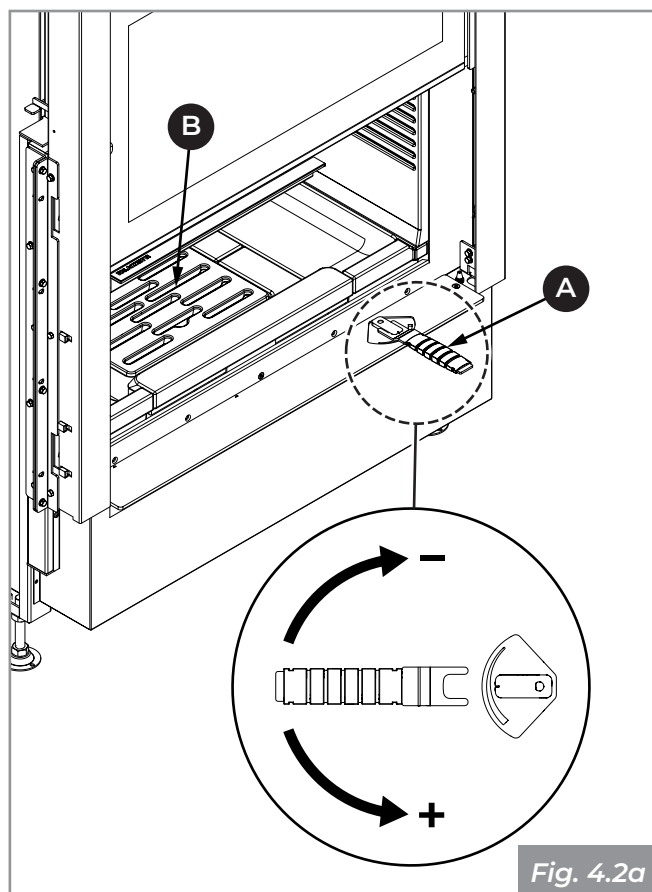
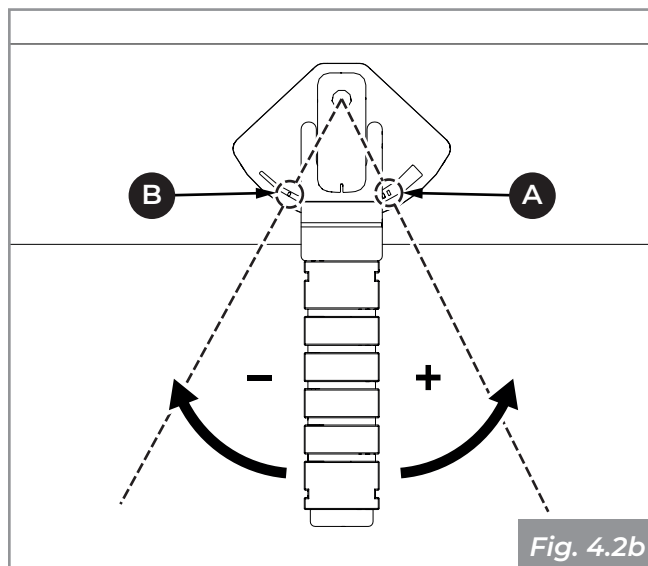
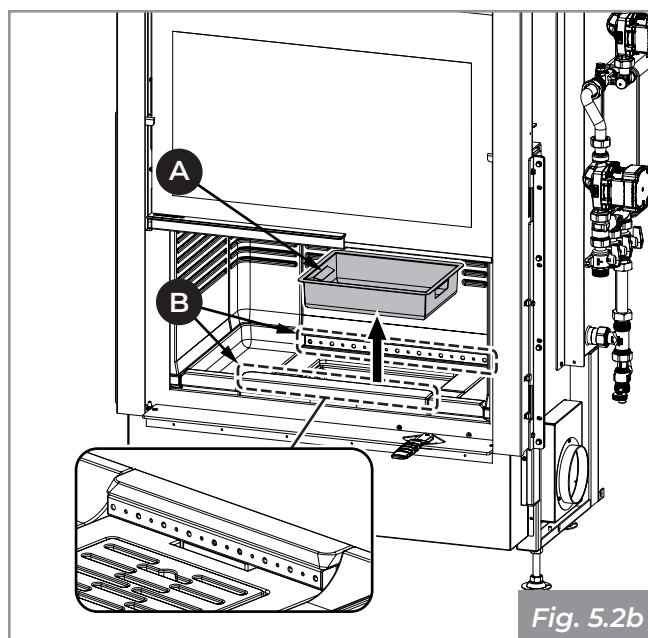

Fig. 4.2a
Fig. 4.2b
Fig. 5.2b
2. Utilizzando la maniglia fredda in dotazione **(A - Fig. 4.2a)** aprire al massimo (+) la regolazione dell'aria primaria **(A - Fig. 4.2b)**;
3. Appoggiare con cautela i pezzi di legna nella camera di combustione avendo cura di non coprire totalmente le feritoie nella griglia **(B - Fig. 4.2a)** e i fori anteriori e posteriori del distributore di aria comburente **(B - Fig. 5.2b)**;
8. Mantenere la presa d'aria aperta per garantire una fiamma alta e luminosa **(A - Fig. 4.2b)**;
9. Ridurre l'apertura della presa d'aria **(B - Fig. 4.2b)** utilizzando l'apposita maniglia fredda solo quando si è formata una buona base di braci.
Estrarre il cassetto cenere dal basamento ed aspirare l'eventuale cenere depositata nei vani sottostanti (**A - Fig. 5.2b**).
Aspirare i fori anteriori e posteriori del distributore aria comburente al fine di evitare eventuali accumuli di cenere (**B - Fig. 5.2b**).